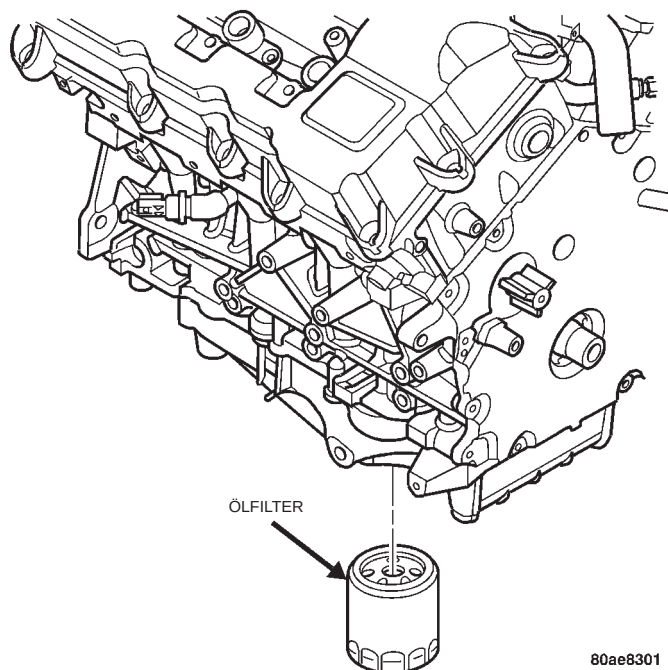

Abb. 76 MotorölfILTER
(1) Mit Spezialwerkzeug C-4065 Ölfilter abbauen (Abb. 76). Ölfilter umweltfreundlich beseitigen.
(2) Filtergrund sauberwischen, dann Dichtungsfläche prüfen.
(3) Neuen Filter der Dichtung mit neuem Motoröl einschmieren.
(4) Ölfilter einbauen und mit einem Anzugsmoment von 20 N·m (15 ft. lbs.) festziehen, nachdem die Dichtung den Grund berührt hat. Bei Bedarf Filterschraubenschlüssel verwenden.
(5) Kurbelgehäuse mit sauberem Motoröl auf richtigen Füllstand befüllen, wenn entleert. Motor anlassen und auf Leck überprüfen.